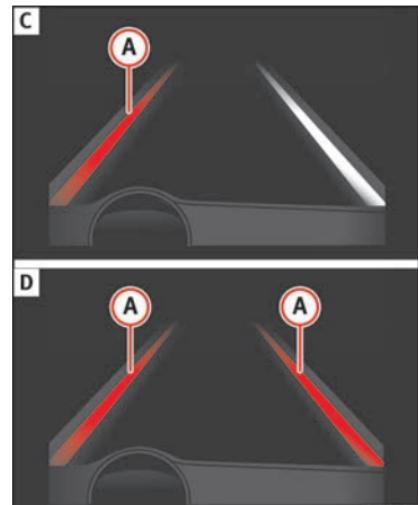

Fig. 218 Sur l'écran du combiné d'instruments : indication sur l'écran de l'assistant de maintien de voie (exemple 2).
- Le système est en cours d'utilisation, la ligne en surbrillance **A** indique qu'il y avait un risque de dépasser la ligne de la voie involontairement et qu'il agit sur la direction pour corriger la trajectoire »» **fig. 218 C.**
- Les deux lignes en surbrillance **A** s'allument en même temps quand les deux lignes de la voie sont reconnues et quand la fonction de guidage adaptatif est activée »» **fig. 218 D.**